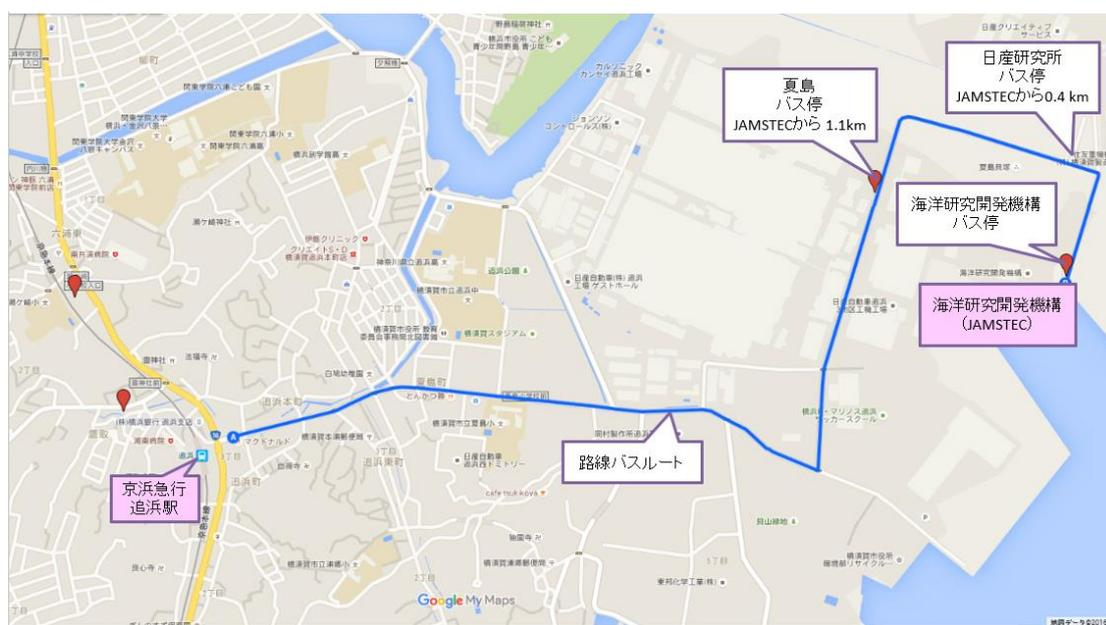

図 3-2 路線バスルート図
- ・ 土曜日は、途中 (夏島) まで路線バスが利用できます。夏島から会場までは約 1.1km あります (図 3-2)